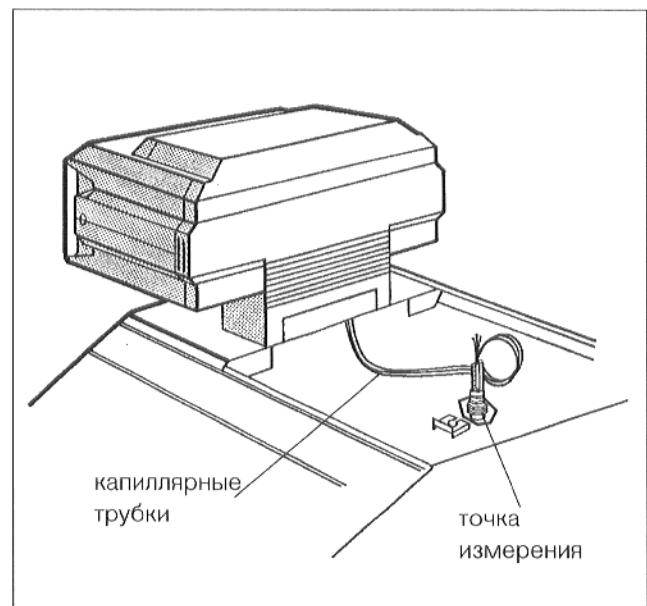

Рис. 18
- Проложить капиллярные трубы (рис. 18) датчиков температуры и, при "Ecomatic"-регулировании, провод датчика температуры котельной воды на изоляции блока котла назад, к точке измерения.